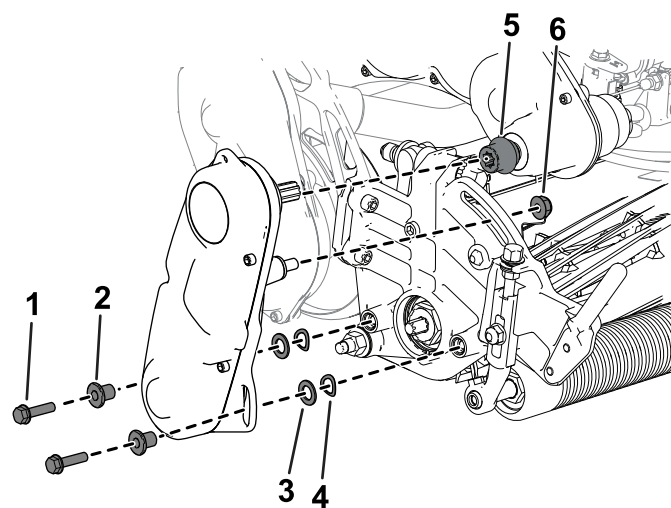

Рисунок 46
6. Используйте ранее снятые винты с внутренним шестигранником, шайбы и проставки, чтобы прикрепить узел привода барабана к боковой пластине режущего блока (Рисунок 46).
Убедитесь, что ведущий вал привода барабана установлен в муфту ведущего вала трансмиссии (Рисунок 46).